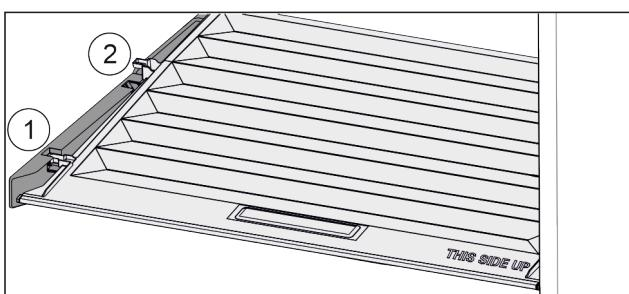

Fig. 103
- Кришку до отвору в деталях для підтримки потягнути вперед Fig. 103 (1).
- Підняти ззаду знізу та вийняти Fig. 103 (2) вгору.